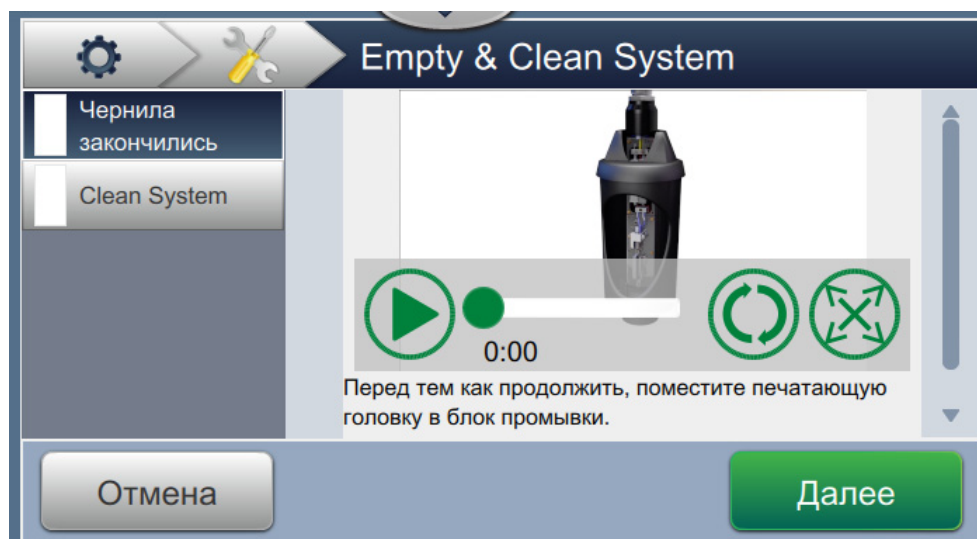

Рис. 7-3: Экран опорожнения и очистки системы
2. Выполните инструкции (или действия, приведенные в видеоруководстве) и нажмите кнопку *Далее*, как показано на Рис. 7-3, чтобы продолжить.